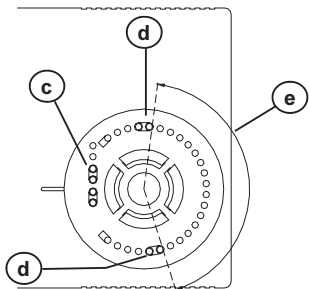

Fig. 2: Posizionamento cavalieri meccanici.
2. Extrair os pinos (c) que se encontram em um lado da área do botão giratório e posicioná-los (d) como no exemplo da Fig. 2. Desta forma o campo de rotação (e) é reduzido como indicado no arco.